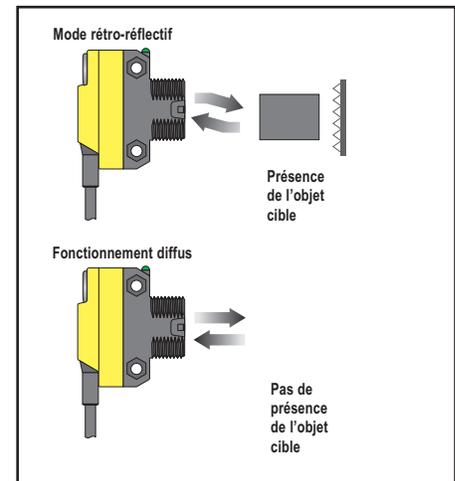

Figure 2. Condition de détection sombre
- Réglage de détection claire ou sombre : un seuil de commutation, compensation à partir d'une situation de détection unique (condition « sombre » ou « claire » ; voir la figure 2)